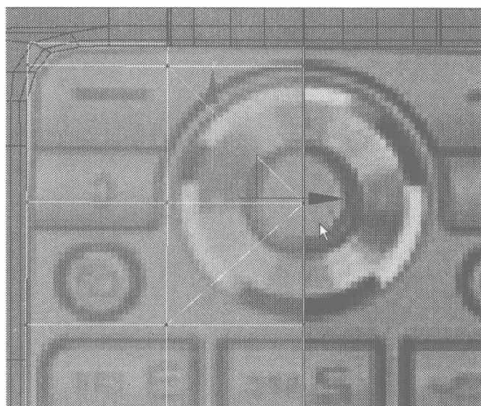
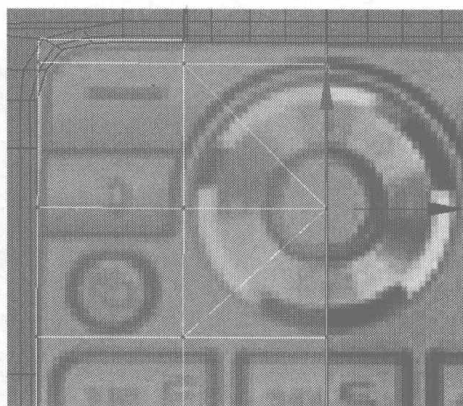
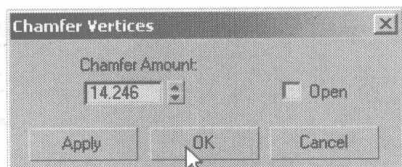

图 4.513
图 4.514
图 4.515
- 12** 键盘的导航键与功能键制作。显示上面所制作的键盘面物体，在 Front 视图中分别添加、调整如图 4.513 所示的细分线。再选择如图 4.514 所示的节点，在 Edit Vertices 卷展栏中单击 **Chamfer** 右侧的小按钮，在弹出的对话框中设置参数，如图 4.515 所示，将选择的节点向外扩展。